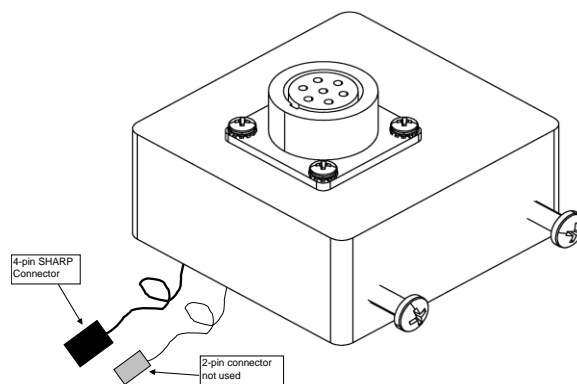

Abb. 10-1. SHARP-Optik - Anschlusskonsole
1. Anschlusskonsole lokalisieren (Abb. 10-1) und beide Schrauben entfernen und beiseite legen.